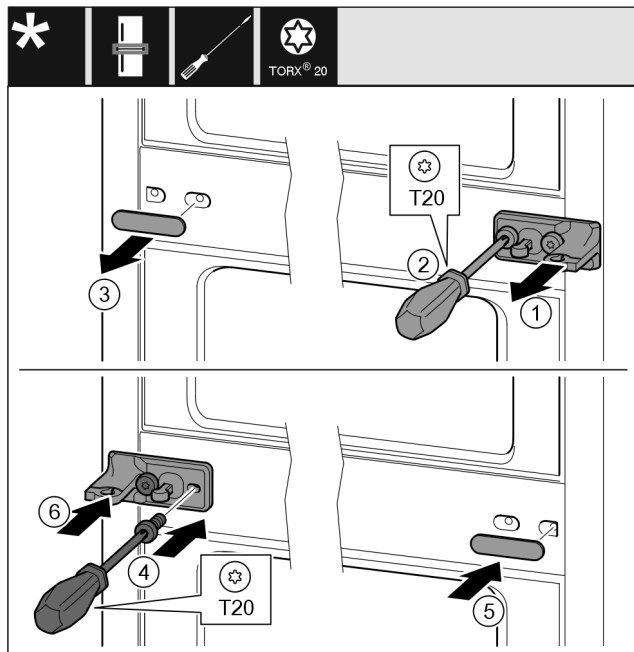

Fig. 13
- ▶ Снимите шайбу Fig. 13 (1).
- ▶ Выкрутите винты Fig. 13 (2) отверткой.
- ▶ Осторожно снимите крышку Fig. 13 (3).
- ▶ Плотно прикрутите опорный кронштейн с подкладкой Fig. 13 (4) с другой стороны, повернув его на 180°.
- ▶ Установите крышку Fig. 13 (5) с другой стороны, повернув ее на 180°.
- ▶ Спереди установите шайбу Fig. 13 (6).